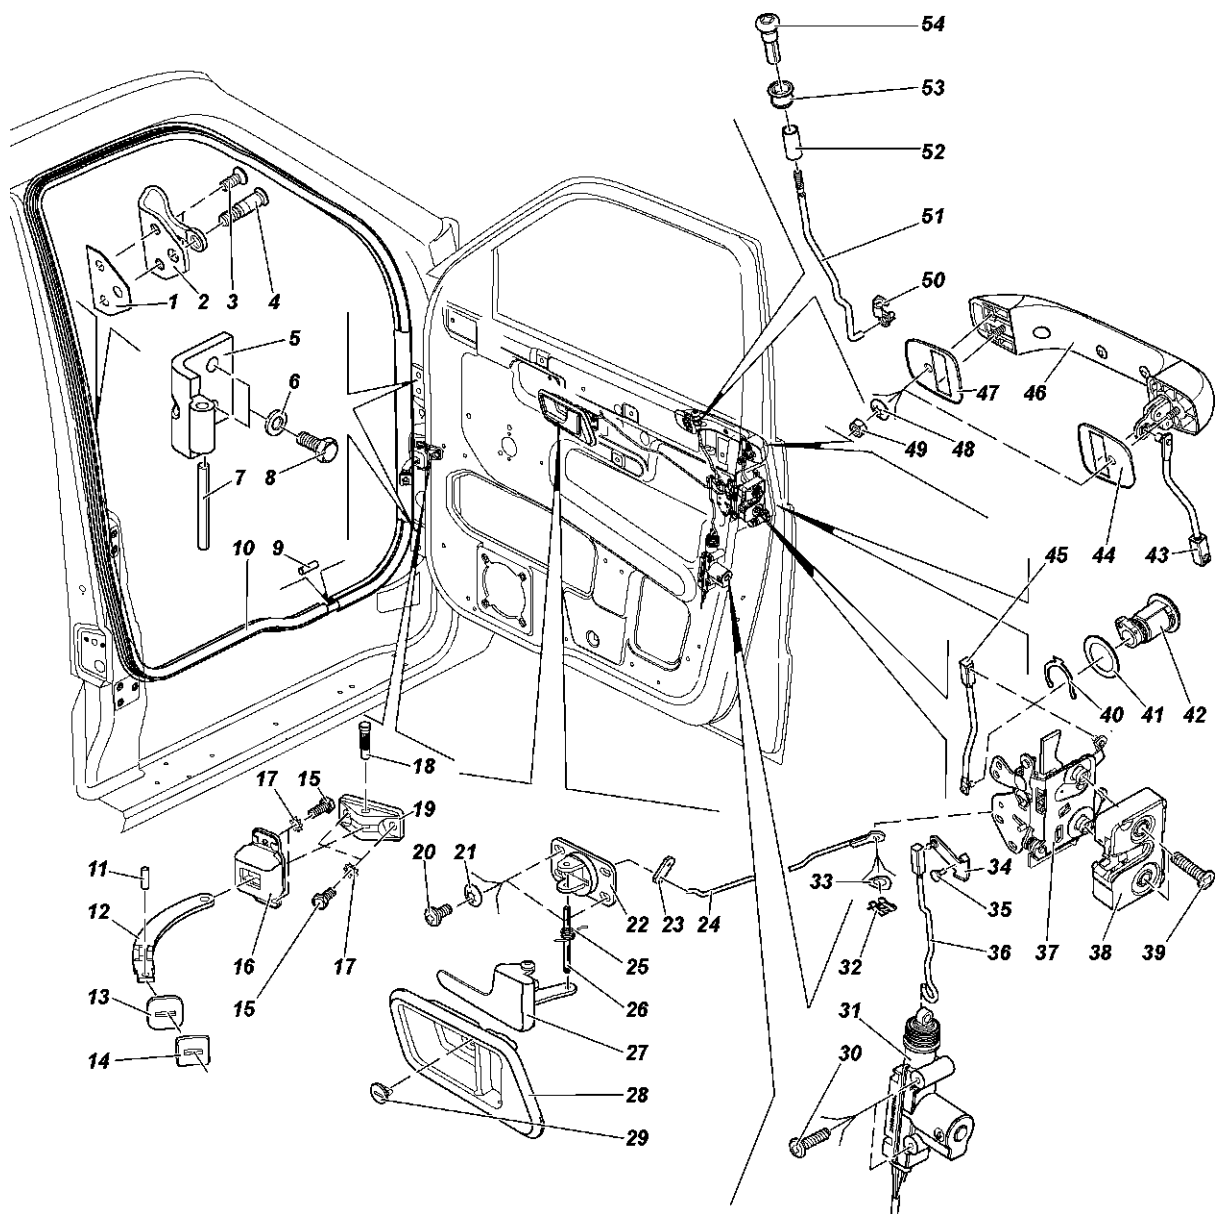

Рис. 15.27. Навеска передней двери, замок, ручки:
2. Отверните фиксатор 29 (рис. 15.27) крепления облицовки 28 ручки открывания двери и снимите облицовку, потянув ее за левый край с небольшим усилием, для освобождения из зацепления с кронштейном 22.
2. При необходимости выньте направляющую 53 (см. рис. 15.27) кнопки 54 из обивки двери.
2. Выбейте палец 18 (см. рис. 15.27).